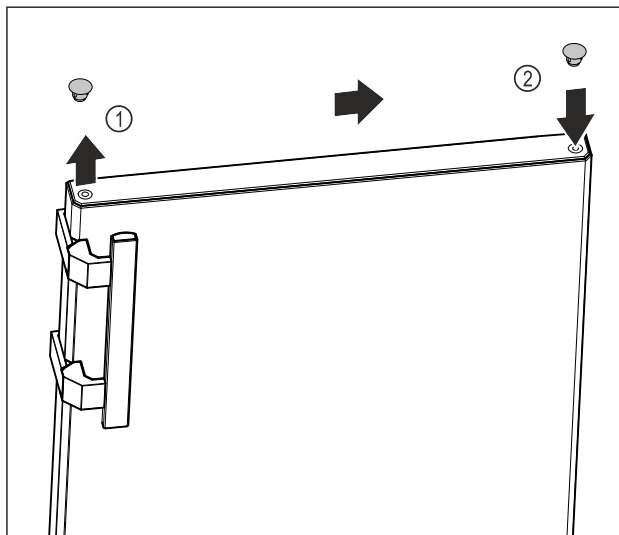

Fig. 10
- ▶ Oprezno podignite pokrovni čep na gornjoj strani vrata *Fig. 10 (1)* s pomoću križnog odvijača.
- ▶ Umetnite pokrovni čep na suprotnu stranu. *Fig. 10 (2)*